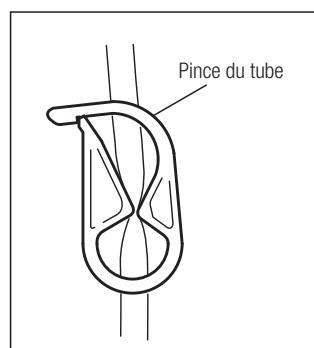

Fig. 9
- 1) Fermez la pince du tube placée entre l'aiguille d'irrigation et la pompe d'irrigation (Fig. 9).